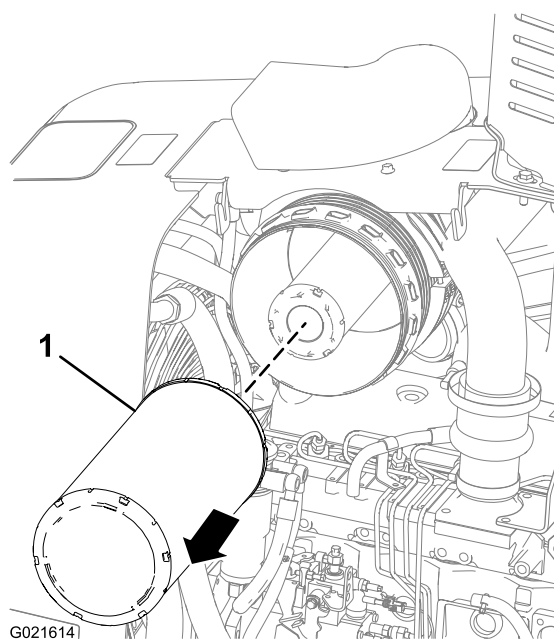

Figure 50
2. Tirez l'élément primaire du filtre à air vers l'extérieur pour l'enlever du boîtier du filtre à air (Figure 50).
6. Insérez le nouvel élément primaire du filtre à air dans le boîtier du filtre à air (Figure 50).